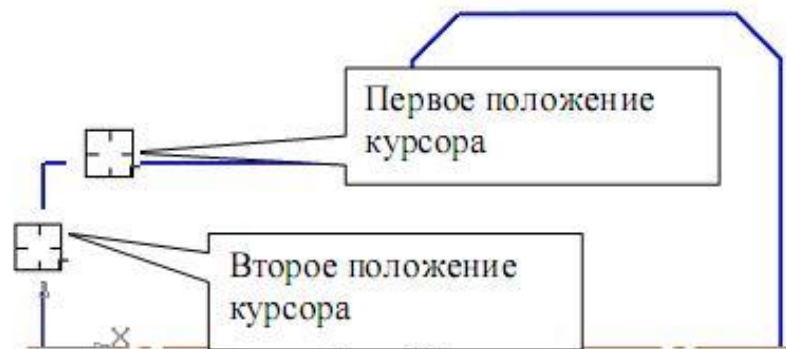

Рис. 68
- Для построения фаски с катетом 10 мм и углом 30° установите соответствующие значения в полях длины и угла. В данном случае для угла, отличающегося от значения 45° , важно правильно выбрать первое положение курсора. Так как величина «10» определяет горизонтальный размер, то необходимо первым указать горизонтальный отрезок, рис. 68.